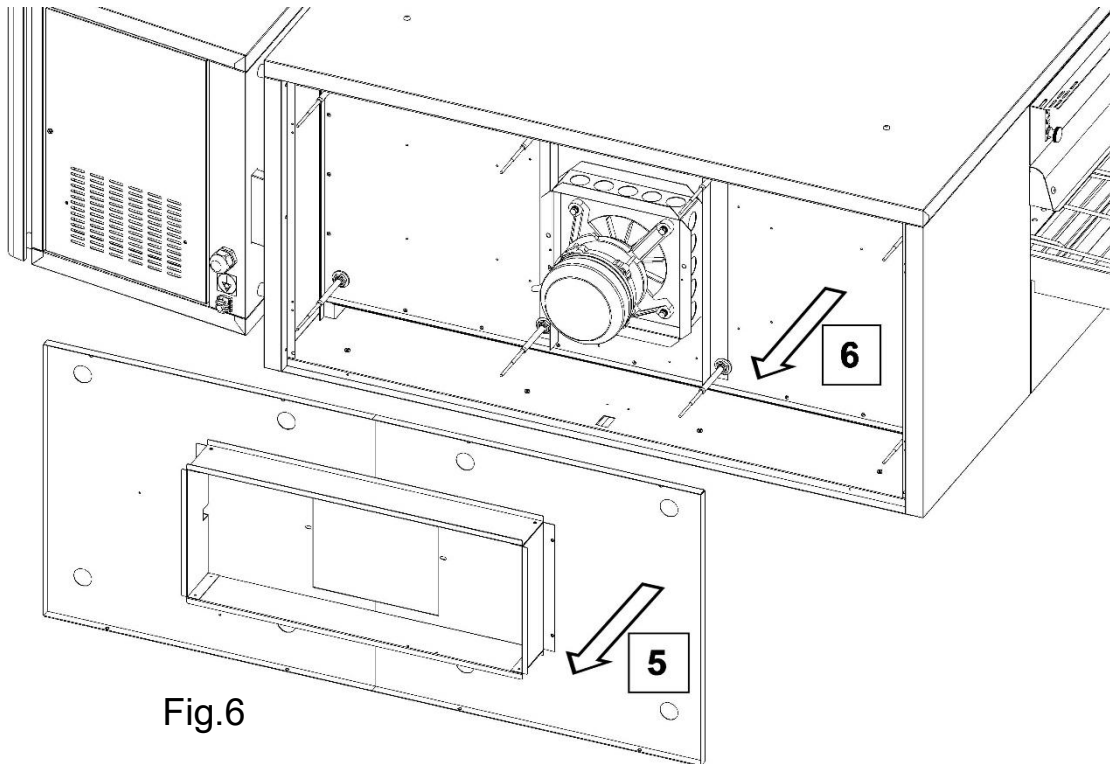

Fig.6
5. Togliere le lamiere di contenimento e l'isolante (Fig.6).
6. Togliere il pannello motore (Fig.6).
In alternativa toccando sul simbolo dei tasti si accede alla schermata di selezione diretta del valore desiderato (Fig.6). Confermare con il segno di spunta o flag o annullare toccando il segno "X".